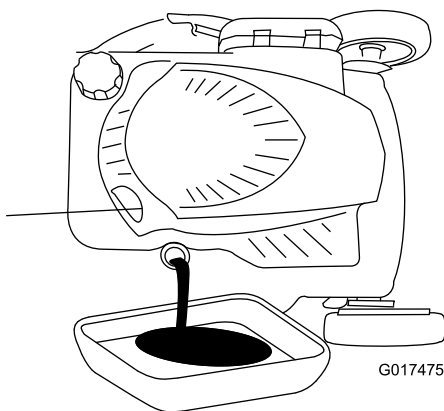

Figure 32
4. Inclinez la machine sur le côté (filtre à air en haut) pour vidanger l'huile usagée par le tube de remplissage (Figure 32).